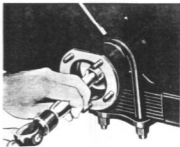

Fig. 179
- o vedador (retentor) interno com a ferramenta W-186 (veja a Fig. 179)